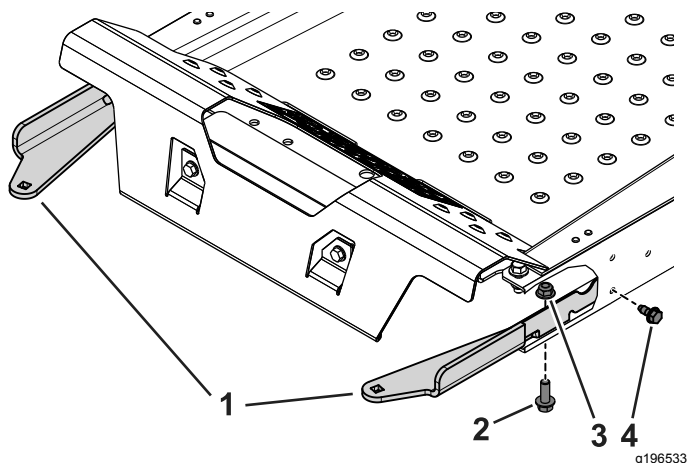

Figure 3
2. Avec les 2 boulons autotaraudeurs (5/16 x 3/4 po), les 2 boulons (3/8 x 1 1/4 po) et les écrous à embase (3/8 po), fixez les supports de logement de masse gauche et droit sur la machine (Figure 3).